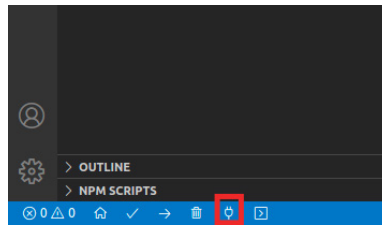

图69. 打开串行终端
4. 在PlatformIO中启动调试器。当程序开始运行时，通过单击VS Code底部的插头按钮（图69）打开串行监视器。